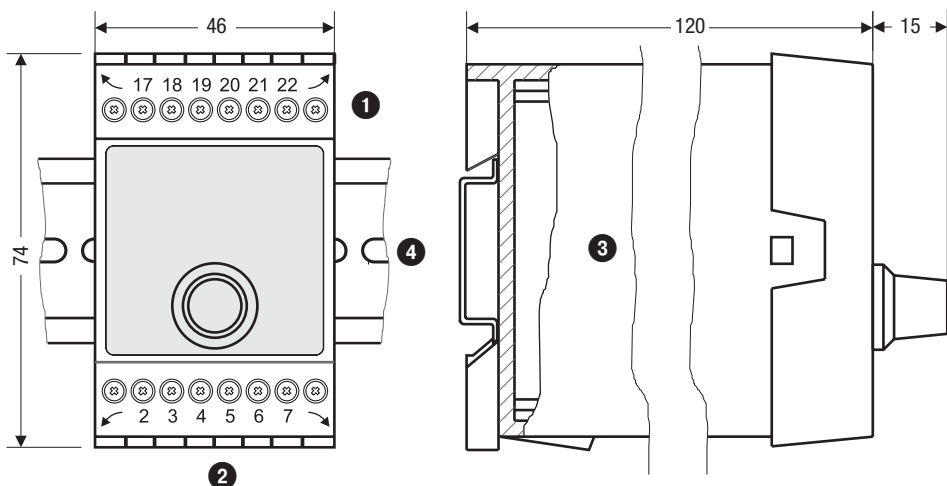

Fig. 3
L'indicateur de conductibilité LRS 1-50 est encliqueté dans l'armoire de commande sur une barre de support de type TH 35, EN 60715. **Fig. 3** ❹.